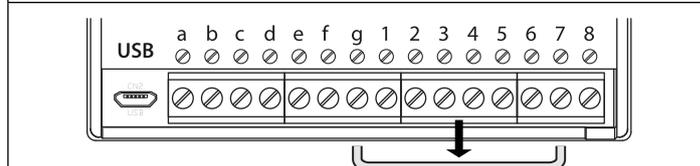

Fig. 62
4. Dopo il 3° bip, rimuovere il cortocircuito, come mostrato nella **Fig. 62**.